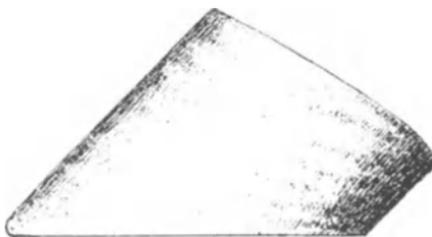

Abb. 35. Regelmäßiger Huf.
**Alle bis jetzt beschriebenen Hufformen waren bei Betrachtung von der Seite gedacht in einem Zehenwinkel von 45—50°; man nennt diese Hufform regelmäßig gewinkelt (Abb. 35).**